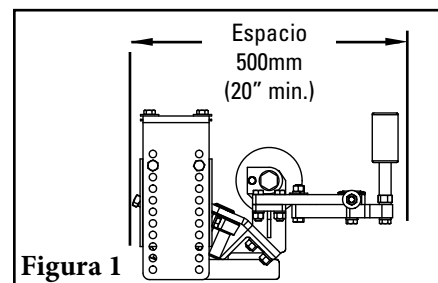
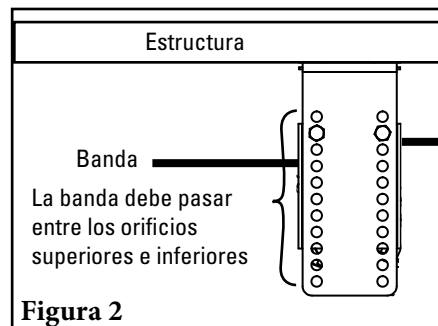

Figura 1
Figura 2
- Tirantes de trinquete (2) (3/4 tonelada mínimo)
- Identifique una abertura de al menos 500 mm (20") si es posible evitar la interferencia con los rodillos sensores durante la instalación (Figura 1).
Se pueden montar en los soportes de montaje de polea existentes O en la parte externa de la estructura, si el ancho de la estructura es el ancho de la banda +450 mm (18") o menos. Asegúrese de que la banda pase entre los orificios de montaje superiores e inferiores (Figura 2).
- Si la banda todavía tiene demasiado desalineamiento a un lado, mueva el rodillo sensor hacia el centro. Haga ajustes de 6 mm (1/4") a la vez (Figura 1). No apriete la banda entre los rodillos, todos los rodillos deben ser 25 mm (1") más anchos que la banda (Figura 2).
2. **Quite el rodillo** al destornillar los Rodillos retenedores (Figura 2).
1. Afloje los tornillos "A" y "B", gire los tornillos "C" para mover los rodillos sensores lejos de la banda (Figura 1).
2. Afloje el tornillo en la base del rodillo sensor y retírelo del brazo de ajuste (Figura 2).